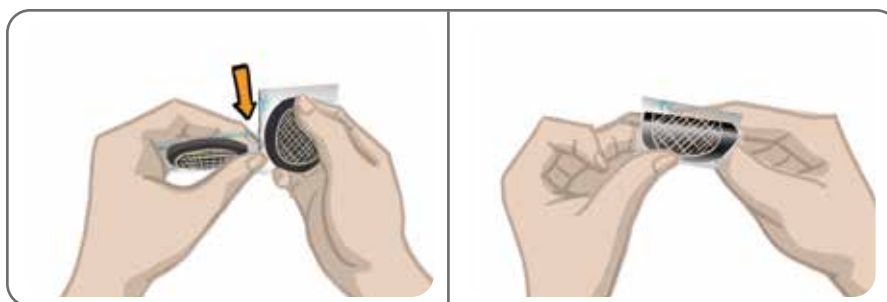

Bild 8-2: Dela på hydrogelelektrodena och de tvådelade skydden
2. Dela på de två nya hydrogelelektrodena längs perforeringen. Se bild 8-2.
3. Dela de tvådelade skydden på varje elektrod och kassera dem. Se bild 8-2.